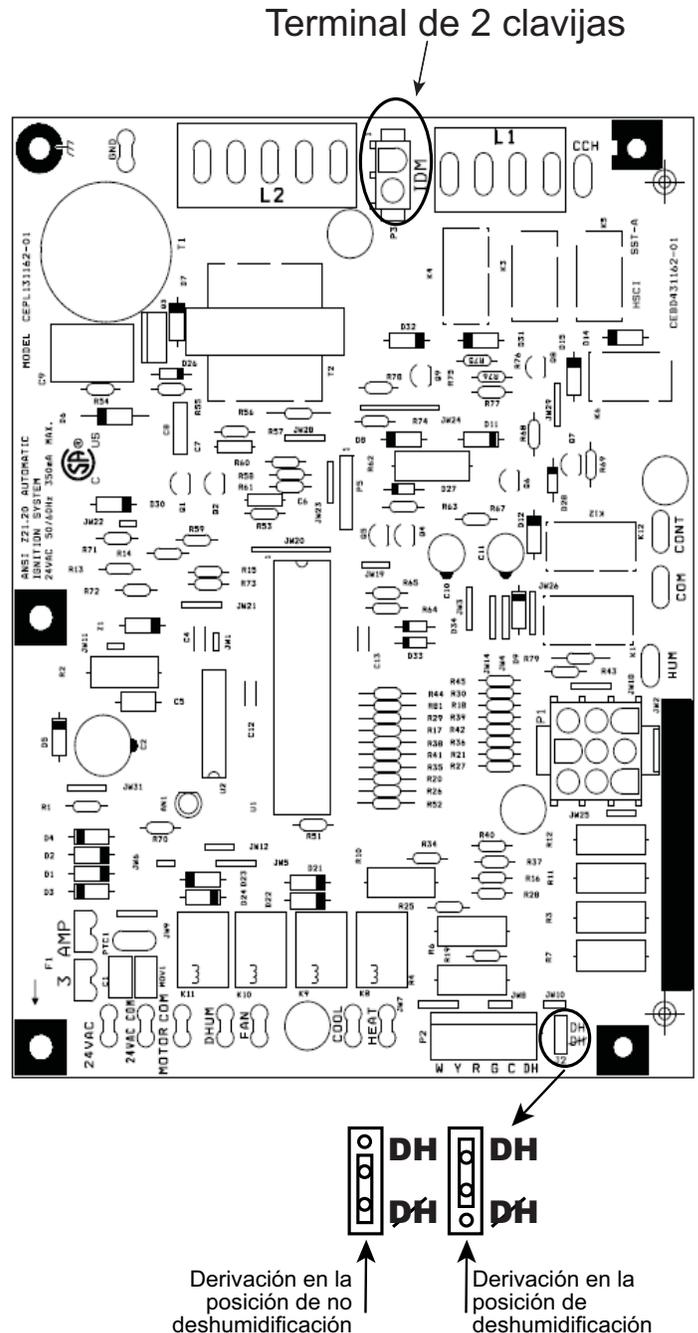

Fig. 19 – Placa IGC monofásica con NOx ultrabajo A200280 SP
Esta unidad viene configurada de fábrica para su uso con una sola velocidad del ventilador de enfriamiento. En el caso de los modelos monofásicos, la velocidad de enfriamiento tiene la marca "COOL" (Enfriamiento) en el IGC (consulte la Fig. 19). La configuración de fábrica se indica en la Tabla 9. Hay disponible hasta 3 cables adicionales de la toma de velocidad para su uso en el modo de calefacción a gas, el modo de enfriamiento o el modo de ventilador continuo (para ver la codificación por colores de los cables del motor del ventilador interior, consulte la Tabla 7). Para los modelos monofásicos, uno de los cables adicionales de la toma de velocidad está conectado al ventilador continuo y los otros 2 cables se envían sueltos en la caja de control cerca del IGC. En los modelos trifásicos, los 3 cables adicionales para la toma de velocidad se suministran sueltos con tapas de vinilo y se encuentran en la caja de control, cerca de la placa de la interfaz del ventilador (IFB) (consulte la Fig. 19).
1. Mueva el puente de la derivación de la placa del IGC a "DH" (consulte la **Fig. 19**).